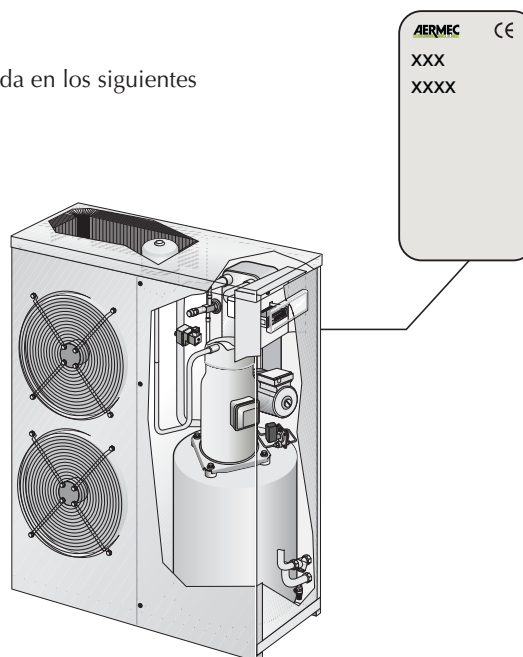

fig.01
- Compruebe las características eléctricas indicadas en la etiqueta de matrícula (fig.01) antes de realizar las conexiones eléctricas. Lea las instrucciones de la sección relativa a las conexiones eléctricas.